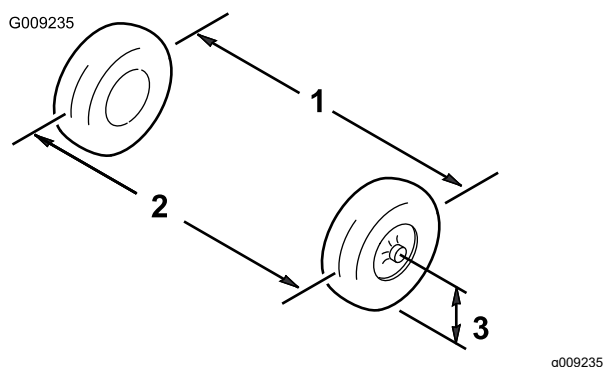

図 101
5. 前輪の前と後ろで、左右のタイヤの中央線間距離を測る計測はアクスルの高さで行う(図 101)。